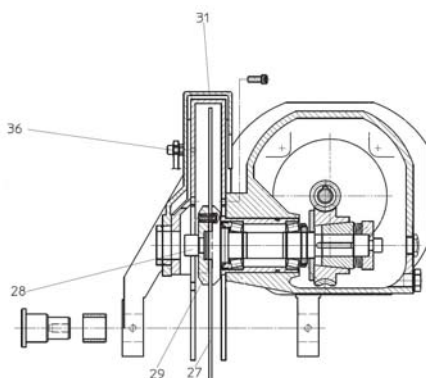

Abb. 10: Montage des Sägeblatts
Schritt 1: Zur Montage des Sägeblattes die Schraube [36] abschrauben, indem man den Motor-Sägeblatt-Block hochhält und den beweglichen Schutz [31] nach hinten schiebt. Die Schraube [28] im Uhrzeigersinn abschrauben, den Flansch [29] herausziehen und das Sägeblatt aufsetzen. Dabei auf die richtige Position der Verzahnung achten! Drehrichtung siehe Pfeil auf dem Sägeblatt-Schutz [Abb. 10].
Schritt 2: Den Flansch [29] montieren und die Schraube [28] wieder anschrauben [Abb. 10].